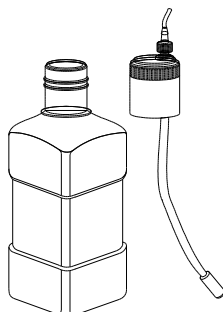

Abbildung 4-5 Behälter mit Lyselösung
1. Entnehmen Sie den Ansaugschlauch für Lyselösung (der Schlauch mit dem orangefarbenen Verbindungsstück) aus dem Karton mit Zubehör, wie in Abbildung Abbildung 4-5 dargestellt;